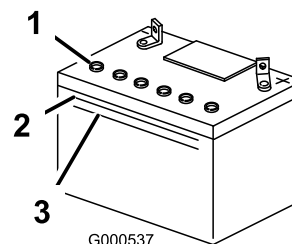

Figura 43
- Osservate il fianco della batteria. L'elettrolito deve raggiungere la linea superiore (Figura 43). Non lasciate scendere l'elettrolito sotto la linea inferiore (Figura 43).
- Togliete i tappi di sfiato dalla batteria (Figura 43).
- Aggiungete lentamente acqua distillata in ogni elemento della batteria finché l'elettrolito non raggiunge la linea superiore (Figura 43) sulla scatola della batteria.
5. Attendete 5 o 10 minuti dopo avere riempito gli elementi della batteria. All'occorrenza, aggiungete acqua distillata finché l'elettrolito non raggiunge la linea superiore (Figura 43) sulla scatola della batteria.